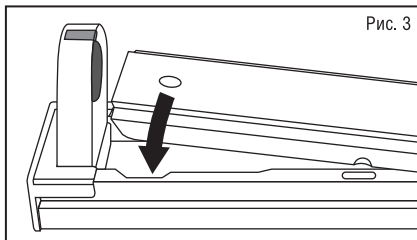

Рис. 3
- Установите крышку на основание светильника (Рис. 3).